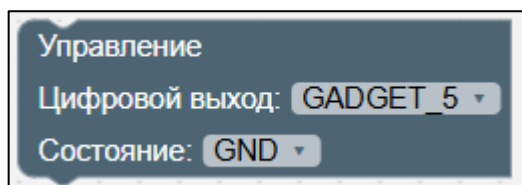

Рисунок II-39 – Блок «Управление. Цифровой выход»
3. Блок «Управление. Цифровой выход» (см. Рисунок II-39)